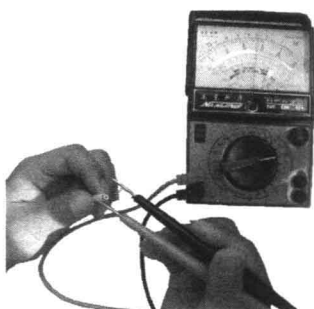
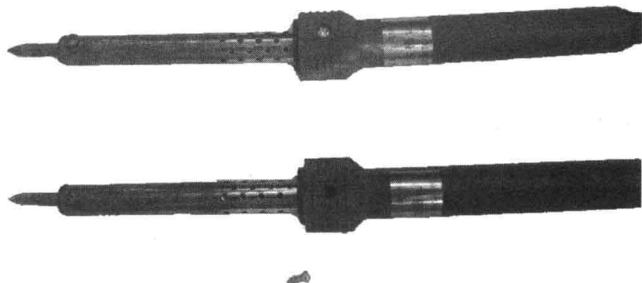

图 1.6 万用表检测内热式烙铁芯示意图
图 1.7 拧开电烙铁手柄上的固定螺钉示意图
⑤ 检测烙铁芯，如图 1.6 所示。用万用表 $R \times 100$ 挡检测烙铁芯的好坏，对于 35W 内热式电烙铁，若测得烙铁芯的电阻值为 $1.5k\Omega$ ，则烙铁芯正常；若测得烙铁芯的电阻值为无穷大或零，说明烙铁芯已损坏，需更换。
⑥ 安装新的烙铁芯，按拆装的逆顺序，将电烙铁装配好。
① 用一字或十字起子拧开电烙铁手柄上的固定螺钉，如图 1.7 所示。